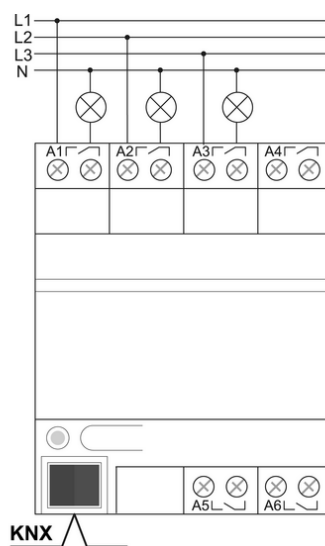

Figure 2: Exemple de raccordement de l'actionneur de commutation
- Raccorder l'appareil selon l'exemple de raccordement (figure 2).